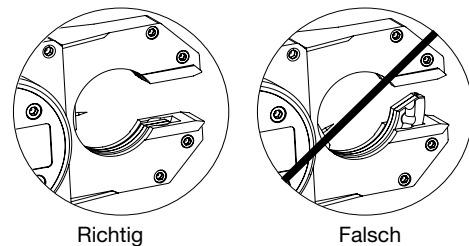

Abbildung 43 Rotorposition
3. Überprüfen Sie, dass der Rotor in der richtigen Position ist. Siehe Abbildung 43.